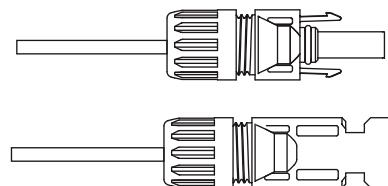

图5.5 连接器（带帽螺母已拧紧）
c)将压接端子插入连接器的顶部，然后将锁紧螺母拧紧到连接器的顶部。（如图5.5所示）。